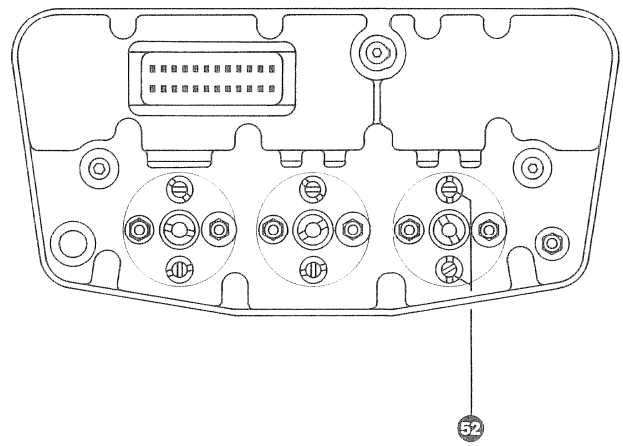

Fig. 7.5.-3
8. Beträgt der Unterschied mehr als 12 dB, so ist die Höhe des Wiedergabekopfes mit den Schrauben 52 neu einzustellen. (Fig. 7.5.-3.)